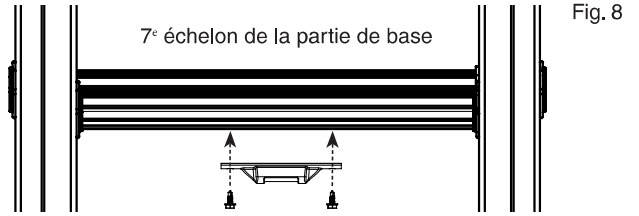

Fig. 8
8. À l'aide de tournevis de 5/16 po, fixez le niveau à bulle à l'aide des vis fournies à têtes hexagonales. (Fig. 8) **NE PAS SERRER EXCESSIVEMENT!**